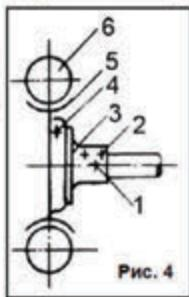

Рис. 4
- Ослабьте гайку захимного болта и зажима барабана колеса, передвиньте ведущее колесо в желаемое положение, после чего вкрутите зажимной винт барабана колеса в отверстие на оси, накрутите зажимную гайку и затяните гайку на зажимном болте (См. Рис.4)
- Поставьте отжимной рычаг сцепления в расцепленное положение (disengage), отрегулируйте длину тормозного рычага (6), соответственно регулируйте гайку (8) и стопорную втулку (4) пока пружина (7) не будет сильно сжата, после чего затяните гайку (8) и винт (5) на стопорной втулке (4) (См. Рис. 4)